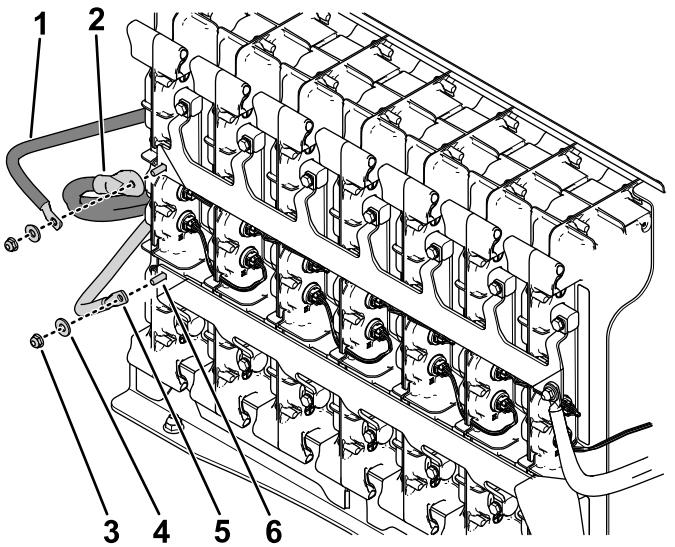

図6
6. 図6に示すように、2個のキャリッジボルト1/4"、ワッシャー1/4"、および2個のロックナットを使って、赤と黒のバッテリーケーブルを後部バッテリートレイのバスバーに接続する。
**注**キット内の黒色のバッテリケーブルは、図6に示すように、マシンの既存の黒色のバッテリケーブルの上に取り付けられます。